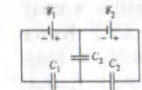

Рис. 5
18. Найти заряд на каждом конденсаторе C_1 , C_2 и C_3 , схема соединения которых изображена на рис. 5 ($C_1 = C$, $C_2 = C$, $C_3 = 2C$, $\mathcal{E}_1 = \mathcal{E}_2 = \mathcal{E}$).